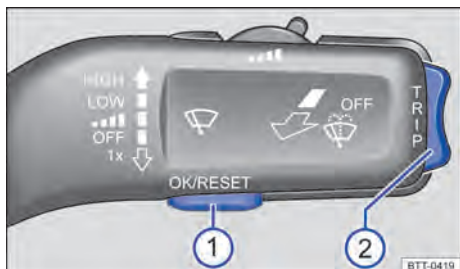

Fig. 13 Veículos sem volante multifunções: botão ① na alavanca dos limpadores do para-brisa para confirmar itens de menu e chave ② para trocar os menus.
Em veículos com volante multifunções ⇒ Fig. 14, os botões da alavanca dos limpadores do para-brisa não existem ⇒ Fig. 13. Assim, o sistema de informações Volkswagen é comandado exclusivamente por meio dos botões do volante multifunções.
- Caso uma mensagem ou o pictograma de veículo sejam exibidos, pressionar o botão ⇒ Fig. 13 ① da alavanca dos limpadores do para-brisa ou o botão  do volante multifunções ⇒ Fig. 14.
- *No comando com a alavanca dos limpadores do para-brisa:* para listar o menu principal ⇒ Página 26 ou para retornar de outro menu para o menu principal, manter a chave ⇒ Fig. 13 ② pressionada.
- Pressionar o botão ⇒ Fig. 13 ② da alavanca dos limpadores do para-brisa para cima ou para baixo ou pressionar os botões de seta  ou  do volante multifunções até que o item de menu desejado esteja selecionado.
- Selecionar ou confirmar a seleção com o botão ⇒ Fig. 13 ① da alavanca dos limpadores do para-brisa ou com o botão (OK) do volante multifunções ⇒ Fig. 14.
- No comando com a alavanca dos limpadores do para-brisa: manter a chave ⇒ Fig. 13 ② pressionada.
- Veículos sem volante multifunções: pressionar a chave (TRIP) na alavanca dos limpadores do para-brisa ⇒ Fig. 13.
Com a ignição ligada e a memória 1 ou 2 exibida, pressionar o botão **OK/RESET** ⇒ Fig. 13 da alavanca dos limpadores do para-brisa ou o botão **OK** ⇒ Fig. 14 do volante multifunções para alternar entre as duas memórias.